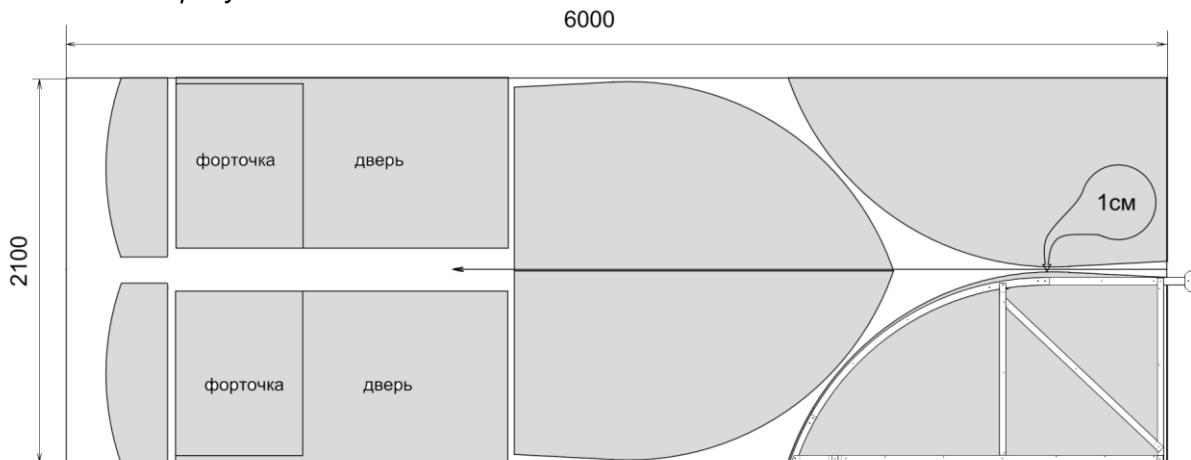

Рис. 10 Расскрой поликарбоната
3.6.1. Положите лист поликарбоната размером 2,1 x 6м на ровный участок. На листе поликарбоната прочертите посередине, вдоль листа, маркером линию на длину примерно 3,60 м. (см. рис. 10).
3.6.5. Возьмите вырезанную деталь покрытия и, используя как шаблон (с учетом изменений) маркером начертите оставшиеся три заготовки покрытия торцов на листе поликарбоната (см. рис. 10). Аккуратно вырежьте оставшиеся три боковые детали покрытия торца.